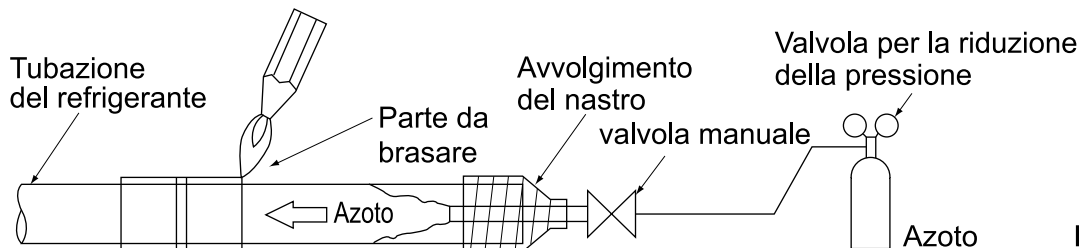

Fig. 16
2. Se si deve eseguire la brasatura dopo aver fatto passare il flusso di azoto attraverso il tubo e aver sostituito l'azoto all'aria, è consigliabile impostare la pressione dell'azoto a circa 0,02 MPa con una valvola di sicurezza. **(Fare riferimento alla Fig. 16)**